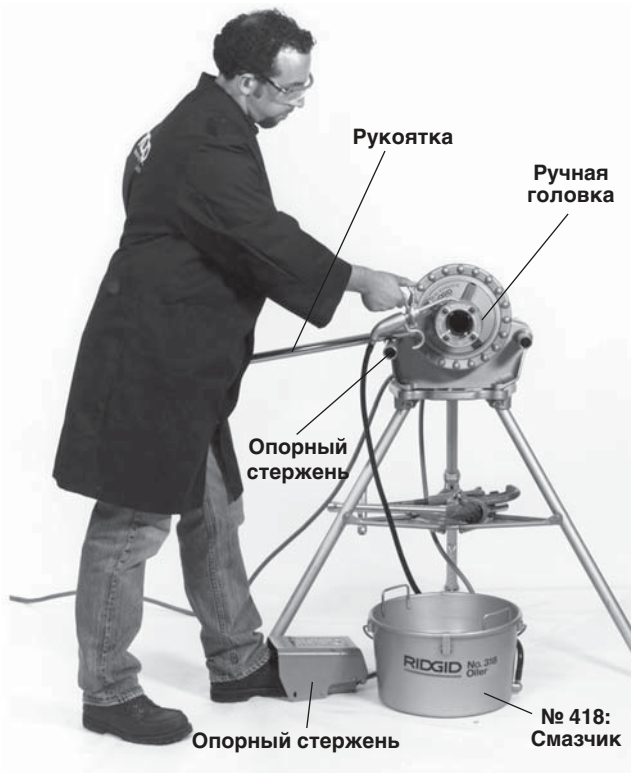

Рисунок 8 – Нарезание резьбы с помощью ручной головки
3. Примите правильную рабочую позу (рисунок 8). Это позволит вам сохранить равновесие и контроль над станком и резами.
9. Уберите правую руку из зоны работы головки и обильно смазывайте гребенки во время нарезания резьбы (рисунок 8).